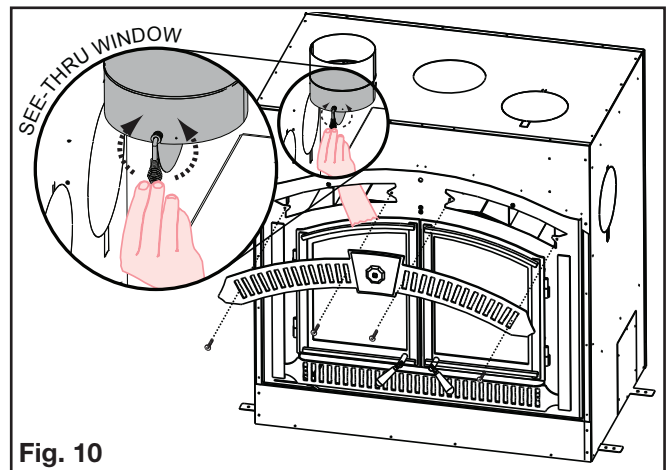

Fig. 10
10. Manually balance the damper setting to suit your requirements (Fig. 10). This may take a few attempts; thereafter adjustments should no longer be required as is normally experienced with your central heating system registers. To access the damper handle remove the top trim secured with 4 screws.
10. Ajustez manuellement le registre selon vos besoins. Vous aurez peut-être à essayer plusieurs fois, mais une fois réglé vous n'aurez plus besoin de l'ajuster comme vous le faites pour les registres de votre système de chauffage central. Pour accéder à la poignée du registre, retirez la grille supérieure fixée à l'aide de 4 vis (Fig. 10).